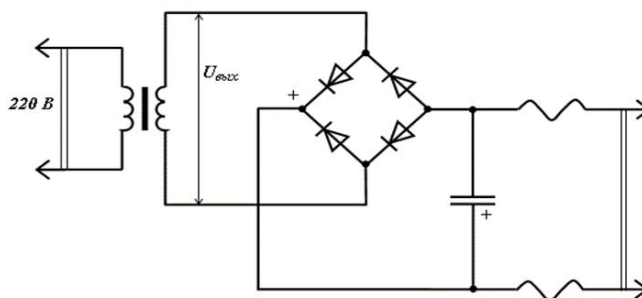

Рис.1 Принципиальная схема выпрямителя
**Задание.** Рассчитать двух-полупериодный мостовой выпрямитель (рис.1)